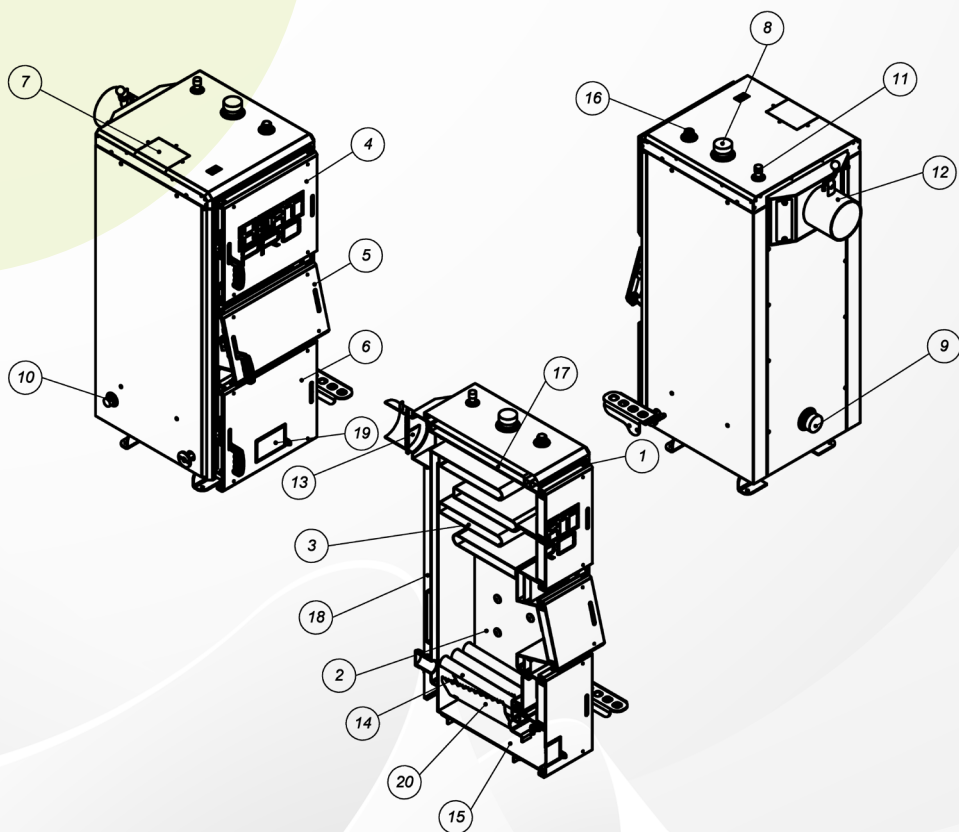
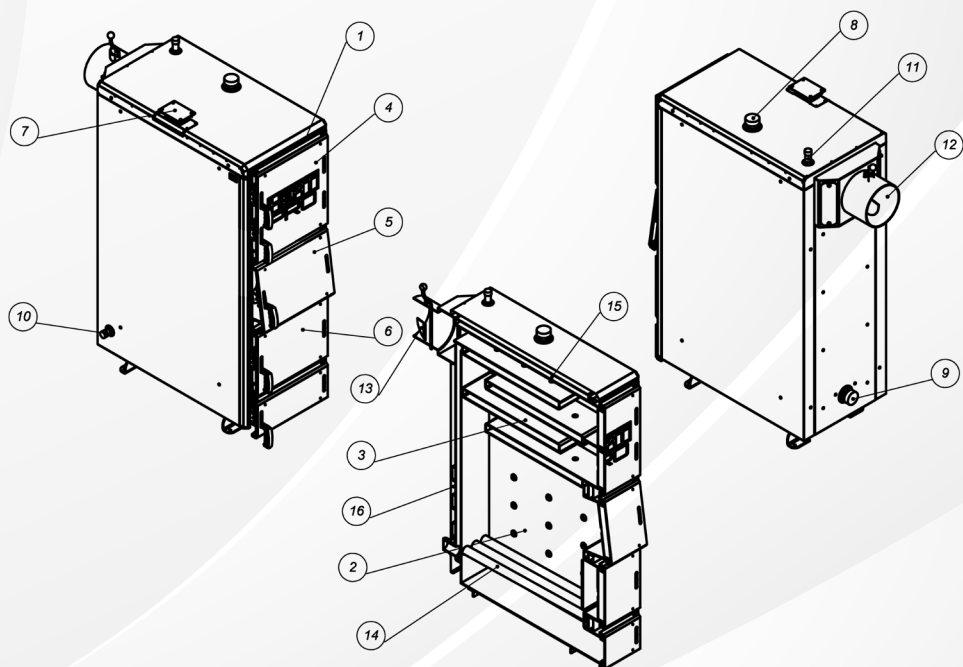

Рисунок 2 – Зовнішній вигляд та основні елементи котла 12-40 кВт
Рисунок 4 – Зовнішній вигляд та основні елементи котла 50-300 кВт
Конструктивно котел являє собою збірно-зварену конструкцію, що складається з корпусу (поз. 1, рис. 2) з камерою згоряння (топкою) (поз. 2, рис. 2). Конвекційна частина котла складається з багатоходового теплообмінника (поз. 3, рис. 2) комбінованого типу – чотирьох горизонтальних полиць. Теплообмінник розташований безпосередньо над топкою.
Корпус котла виконаний в формі паралелепіпеду з подвійними стінками, які розділені водними перегородками (поз. 17, рис. 2). На зовнішній поверхні корпусу під декоративною обшивкою закріплена теплова ізоляція. (поз. 18, рис. 2).
Паливо для процесу спалення завантажується на колосникові ґрати (поз. 14, рис. 2) крізь завантажувальні дверцята (поз. 5, рис. 2). Колосникові ґрати виконані з товстостінних безшовних труб по яких постійно циркулює вода з водяної оболонки котла. Згоряння палива в топці відбувається за участю повітря, яке постачається під колосникові ґрати припливним вентилятором. Кількість повітря, необхідного для процесу згоряння, регулюється автоматично блоком автоматики управління, або за допомогою терморегулятора.
Підведення і відведення теплоносія здійснюється відповідно через патрубки зворотної мережної води (поз. 9, рис. 2) і прямої мережної води (поз. 8, рис. 2).
Топочні гази виходять у димохід крізь боров (поз. 12, рис. 2), розташований у задній частині котла. Боров обладнано вбудованим дросельним клапаном продуктів згоряння – шибером (поз. 13, рис. 2). У випадку надто високої тяги у димоході шибер дає можливість її знизити шляхом часткового перекривання вихідного отвору борова.
Зола, яка утворюється в процесі згоряння палива, зсипається в нижню частину корпусу котла – зольник (поз. 15, рис. 2).
- з механічним регулятором тяги – під колосникові грати крізь дверцята подачі повітря (поз. 19, рис. 2). Кількість повітря, необхідного для процесу згоряння, регулюється механічним регулятором тяги, який шляхом натягу або послаблення ланцюга керує положенням кришки (лючка) дверцят.
У верхній частині корпусу котла розташований штуцер для встановлення запобіжного клапана або групи безпеки котла (поз. 11, рис. 2). Для можливості встановлення вентилятора зверху корпусу котла, передбачений отвір, який заглушено кришкою (поз. 7, рис. 2).
Ревізійний дверцята (поз. 6, рис. 2), що розташовані на передній стінці котла, необхідні для періодичного чищення колосникових грат.
Для можливості періодичного обслуговування (чищення) теплообмінника передбачені дверцята у верхній частині котла (поз. 4, рис. 2).
Конструктивно котел являє собою збірно-зварену конструкцію, що складається з корпусу (поз. 1, рис. 4) з камерою згоряння (топкою) (поз. 2, рис. 4). Конвекційна частина котла складається з багатоходового теплообмінника (поз. 3, рис. 4) комбінованого типу – чотирьох горизонтальних полиць. Теплообмінник розташований безпосередньо над топкою.
Корпус котла виконаний в формі паралелепіпеду з подвійними стінками, які розділені водними перегородками (поз. 15, рис. 4). На зовнішній поверхні корпусу під декоративною обшивкою закріплена теплова ізоляція. (поз. 16, рис. 4).
Паливо для процесу спалення завантажується на колосникові ґрати (поз. 14, рис. 4) крізь завантажувальні дверцята (поз. 5, рис. 4). Колосникові ґрати виконані з товстостінних безшовних труб по яких постійно циркулює вода з водяної оболонки котла. Згоряння палива в топці відбувається за участю повітря, яке постачається під колосникові ґрати припливним вентилятором який кріпиться на фланець (поз. 7, рис. 4). Кількість повітря, необхідного для процесу згоряння, регулюється автоматично блоком автоматики управління.
Підведення і відведення теплоносія здійснюється відповідно через патрубки зворотної мережної води (поз. 9, рис. 4) і прямої мережної води (поз. 8, рис. 4).
Топочні гази виходять у димохід крізь боров (поз. 12, рис. 4), розташований у задній частині котла. Боров обладнано вбудованим дросельним клапаном продуктів згоряння – шибером (поз. 13, рис. 2). У випадку надто високої тяги у димоході шибер дає можливість її знизити шляхом часткового перекривання вихідного отвору борова.
У верхній частині корпусу котла розташований штуцер для встановлення запобіжного клапана або групи безпеки котла (поз. 11, рис. 4). Ревізійні дверцята (поз. 6, рис. 4), що розташовані на передній стінці котла, необхідні для періодичного чищення колосникових ґрат.
Для можливості періодичного обслуговування (чищення) теплообмінника передбачені дверцята у верхній частині котла (поз. 4, рис. 4).